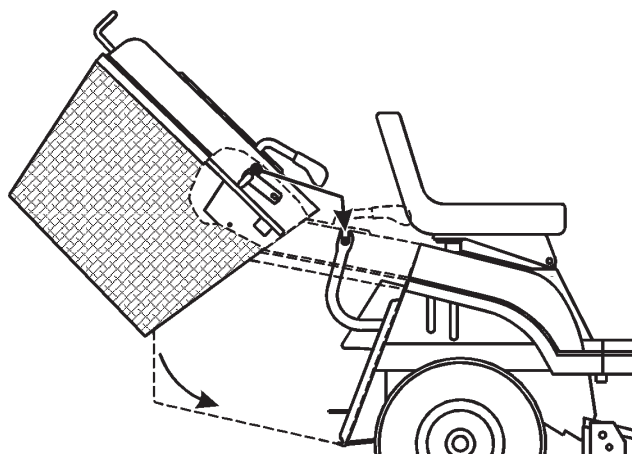

Bild 45
1. Kippen Sie den Graskollektor mit beiden Händen nach vorne (Bild 45).
2. Kippen Sie den Kollektor um ungefähr 40 Grad nach vorne. Schieben Sie ihn dann auf die Stützschielen hinten Traktor (Bild 45). Achten Sie darauf, dass der Pfeil oben am Graskollektor mit dem Pfeil am Traktor ausgerichtet ist.